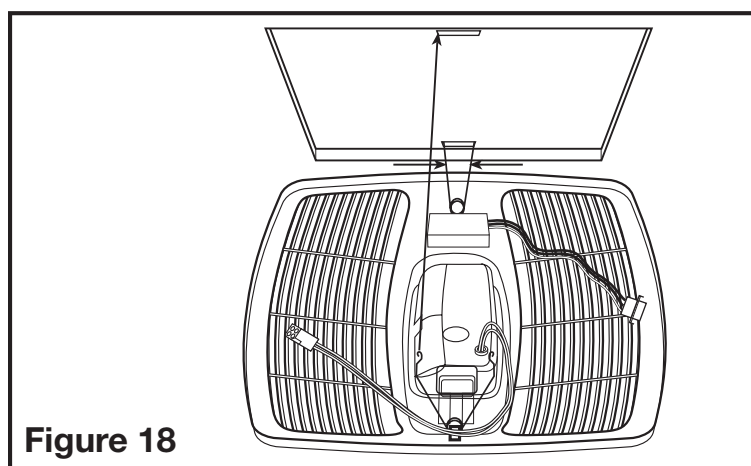

Figure 18
- 5b. **MODÈLES AVEC DÉTECTION DE MOUVEMENT:** Installez la grille en pressant les ressorts ensemble pour les installer dans la fente la plus éloignée du compartiment de câblage sur le boîtier du ventilateur. Attachez le câble à connexion rapide de 4 broches de la grille au connecteur de 4 broches sur le dessus du couvercle du compartiment de câblage. Attachez le câble à connexion rapide de 4 broches de la détecteur de mouvement au connecteur de 4 broches sur le dessus du couvercle du compartiment de câblage. Les câbles ne s'insèrent que d'une façon dans la prise. Installez l'autre ressort et poussez la grille vers le haut en place (Figure 18).